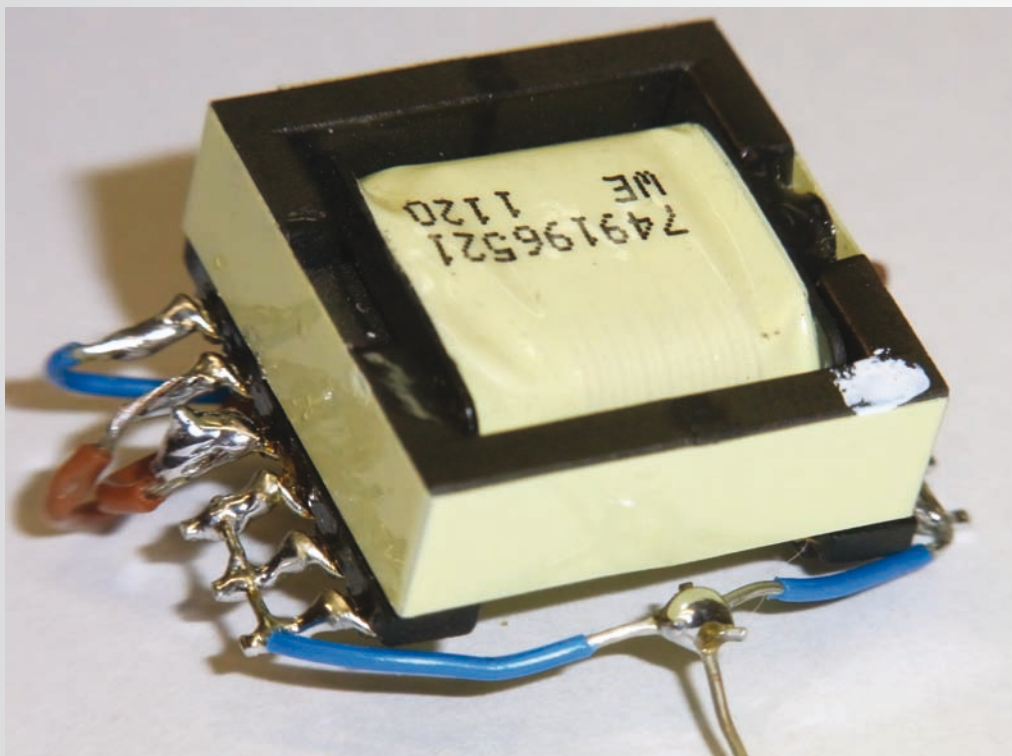

Fig.4 Fotografia del trasformatore usato per le misure, si notino i fili di collegamento
- Ripetere la misura al passo 2 con il secondario in cortocircuito; vedi fig.4-B. Fare la misura ad un paio di frequenze e verificare che l' induttanza non vari in modo significativo. Il valore ricavato lo chiameremo **L_{pss}**.
Vediamo ora una applicazione pratica di questa procedura usando un trasformatore **Würth** della serie WE-FLEX 749196521 che potete vedere nella foto di fig.4